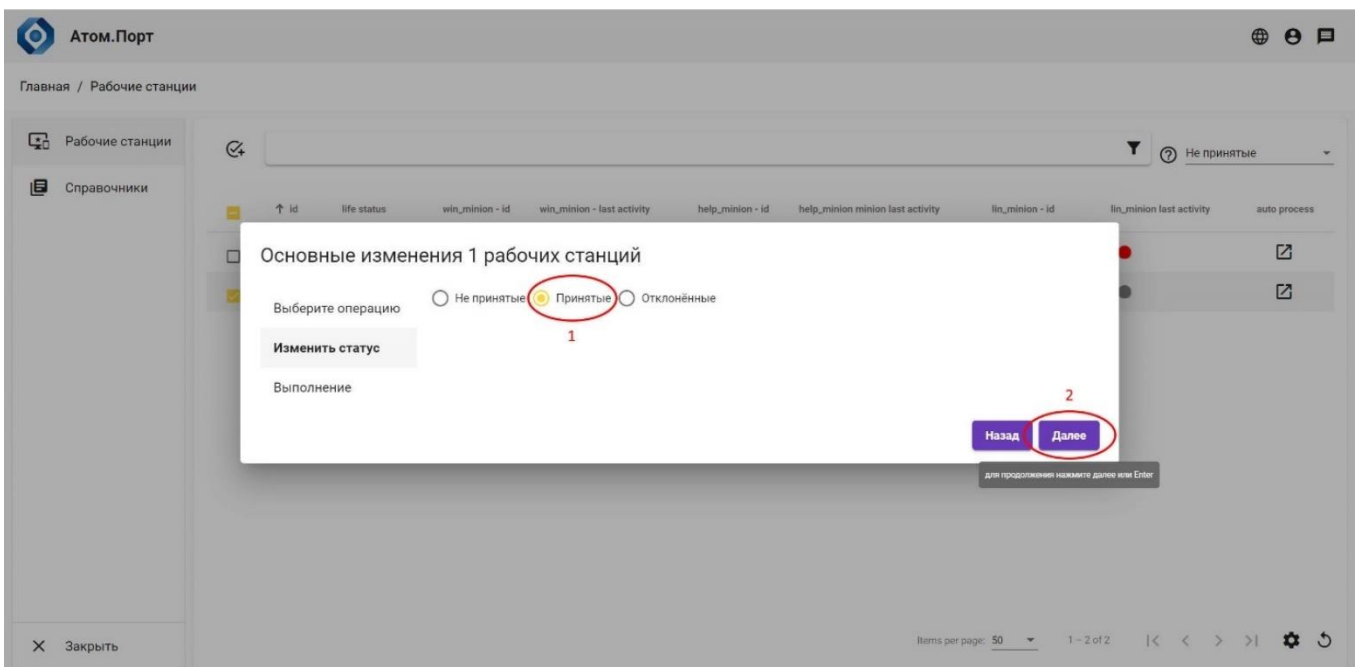

Рисунок 23 – Выбор нового состояния РС – «Принята»
4. Выбрать состояние «Принятые» (Рисунок 23, поз. 1) и нажать кнопку «Далее» (Рисунок 23, поз. 2):